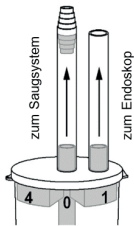

Abb. 1
1. Подсоедините шланг от среднего патрубка сифона к системе всасывания (рис. 1).
2. Подключите внешний разъем к эндоскопу (Рис. 1).